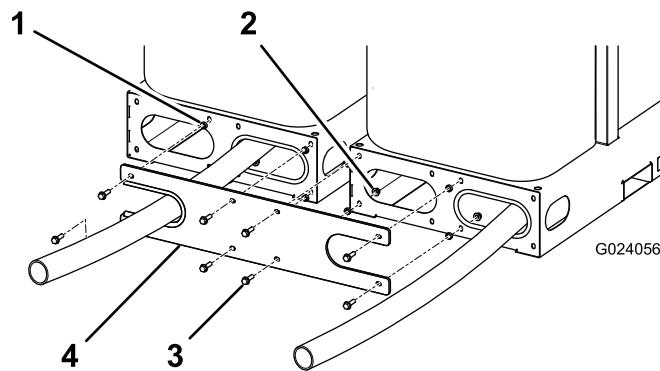
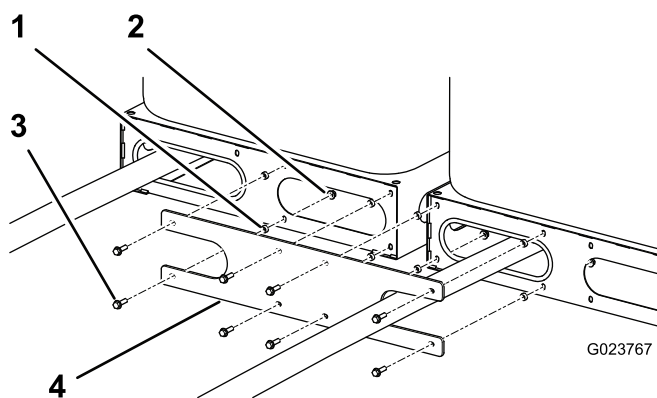

Рисунок 1
Рисунок 2
2. Совместите отверстия под болты в торцевой пластине с отверстиями под болты в основании каждого из двух баков, отделив торцевую пластину от основания разделителем на каждом отверстии под болт (Рисунок 1 и Рисунок 2).